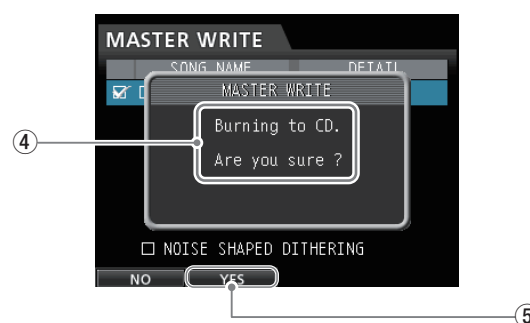

Fig 20
- 3-8-2 The **MASTER WRITE** menu opens (Fig. 20-①). Use the **JOG/DATA** dial to select **"OFF"** from the **MASTER WRITE** menu (Fig. 20-②).
After selection, press the **F4** button, which corresponds to the [▶] icon at the bottom right of the screen (Fig. 20-③).
After the CD drive recognizes the disc, **"Burning to CD. Are you sure?"** will appear as a confirmation message (Fig. 20-④).
Press the **F2** button, which corresponds to the "YES" icon (Fig. 20-⑤), to start writing.
- 3-8-2 **MASTER WRITE MENU** (Fig20-①)が表示される。**MASTER WRITE MENU**上のカーソルを**JOG/DATA**ダイヤルで操作し、**"OFF"** (Fig20-②)を選択する。
選択後、画面右下の[▶]マーク (Fig20-③)に対応する**F4**ボタンを押し。
CDドライブがディスクを認識すると、書き込み確認のメッセージ**"Burning to CD. Are you sure?"** (Fig20-④)を表示するので、[YES]マーク (Fig20-⑤)に対応する**F2**ボタンを押し、書き込みを開始する。